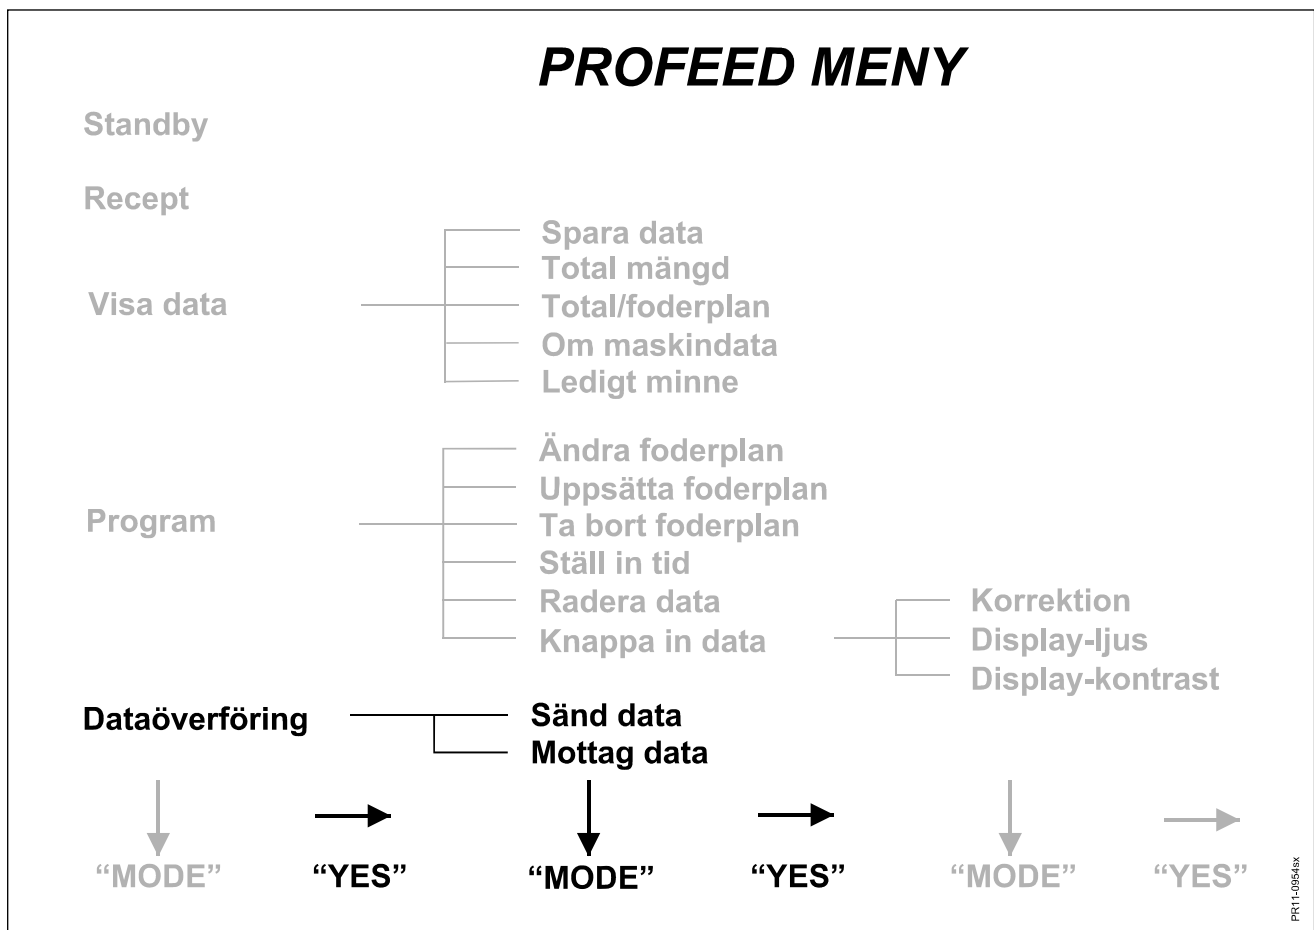

Fig. 7.7
- Fig. 7.7** Denna menypunkt ger möjlighet att flytta data från PROFEED. Användaren kan överföra foderplaner, fodermedelstabeller och inte minst sparade data. JF kan dessutom överföra texterna.